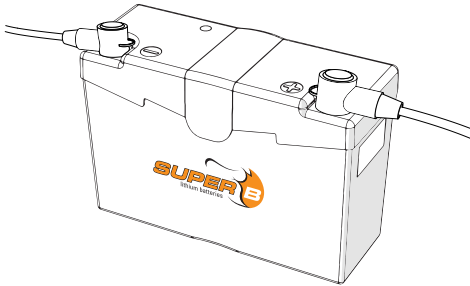

Figure 4. Placer les capuchons de bornes sur ces dernières..
4. Placez les cache-bornes sur les bornes (Figure 4).